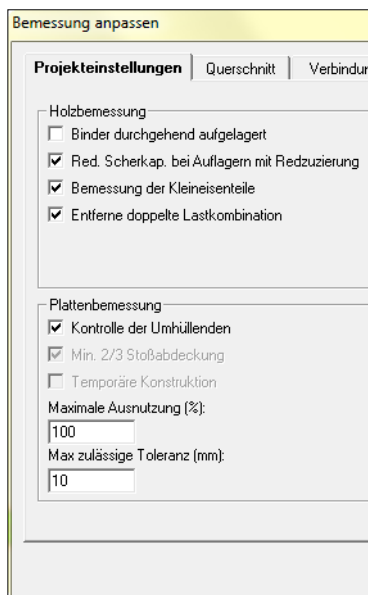

Abb. F 57
In *TrussCon* können Sie in der Registerkarte *Projekteinstellungen* in *Bemessung & Anpassung* die Lagetoleranz von  $\pm 5\text{mm}$ , die in der Norm im Kap. 13.2.1 (5) erwähnt wird, zuzüglich der Toleranz eintragen, die Sie noch berücksichtigt haben möchten (Abb. F 57). Es wird die effektive Anschlussfläche nur dann reduziert, wenn Sie einen Wert über 5mm eintragen. In diesem Fall wird nur dieser zusätzliche Wert angesetzt.